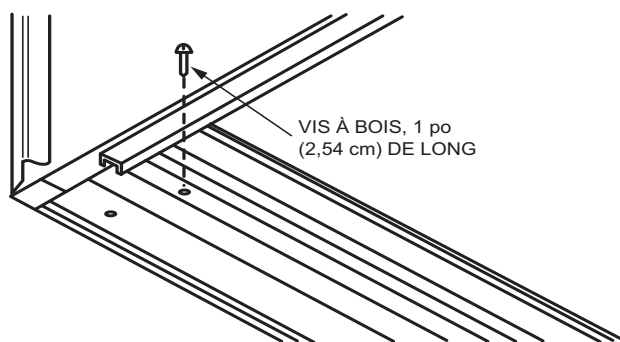

Fig. 26 - Vissage du rail au boîtier
14. À l'aide de deux grosses vis à bois (1 po (2,54 cm) de long), visser le rail inférieur au cadre (deux trous dans le rail sont prévus à cet effet). Voir Fig. 26.